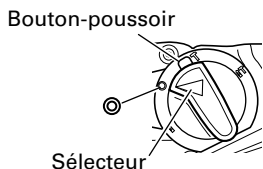

Fig. 13
- (1) Montez la pointe de broyage ou le burin.
- (2) Enfoncer le bouton et régler le sélecteur à la marque **⊙**. (Fig. 13)